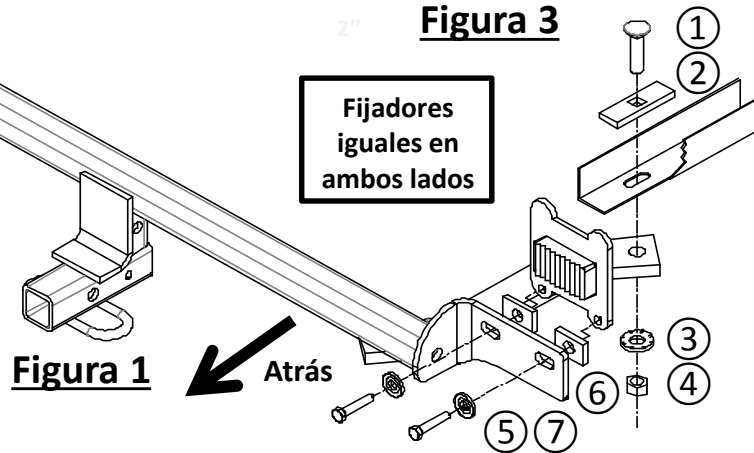

Figura 1
- Retirar la fascia inferior (parte de plástico):** Usar un cubo T10 Torxbit para extraer (2) tornillos plásticos y (2) las lengüetas de la parte baja de la fascia inferior. Usar herramientas para recortar plástico o destornillador de cabeza plana para desenganchar todas las lengüetas detrás de la fascia inferior. Retirar la fascia inferior.
- Bajar el colgante del escape:** Usar un cubo de 13 mm para extraer (1) perno del soporte del colgante del escape de cada lado y bajar el silenciador temporalmente. Usar un soporte o correa para evitar que el silenciador sufra daños.
- Retirar los pernos del parachoques inferior:** Usar un cubo de 13 mm para extraer (4) pernos de fábrica M8 de la parte inferior del travesaño del parachoques. Devolver al propietario del vehículo.
- Instalar el enganche:** (a) Usar el método del cable de insertar a la inversa, introducir el perno de carruaje ① y el espaciador ② a través de las ranuras en la parte inferior de los largueros del bastidor, como se muestra en la **Figura 2**. Dejar los cables de insertar unidos. (b) Pegar (4) espaciadores de 1/4" ⑥ en el lado delantero de los soportes de enganche y alinear el orificio en el espaciador con la ranura en el enganche, como se muestra en la **Figura 1**. (c) Levantar el enganche a su posición, por encima del escape, e insertar los cables de insertar instalados previamente a través de los orificios en el enganche. (d) Retirar los cables de insertar y sin apretar instalar la arandela cónica ③ y la tuerca hexagonal ④ en el perno de carruaje. Doblar el borde del protector de calor si es necesario. (e) Instalar sin apretar (4) pernos M8 ⑤ y (4) arandelas cónicas de 3/8" ⑦ en las tuercas de soldar del montaje del parachoques inferior existente, ver la **Figura 1**.
4. Instalar el enganche: (b) Pegar (4) espaciadores de 1/4" ⑥ en el lado delantero de los soportes de enganche y alinear el orificio en el espaciador con la ranura en el enganche, como se muestra en la **Figura 1**.
4. Instalar el enganche: (c) Levantar el enganche a su posición, por encima del escape, e insertar los cables de insertar instalados previamente a través de los orificios en el enganche. **(d)** Retirar los cables de insertar y sin apretar instalar la arandela cónica ③ y la tuerca hexagonal ④ en el perno de carruaje. Doblar el borde del protector de calor si es necesario. **(e)** Instalar sin apretar (4) pernos M8 ⑤ y (4) arandelas cónicas de 3/8" ⑦ en las tuercas de soldar del montaje del parachoques inferior existente, ver la **Figura 1**.